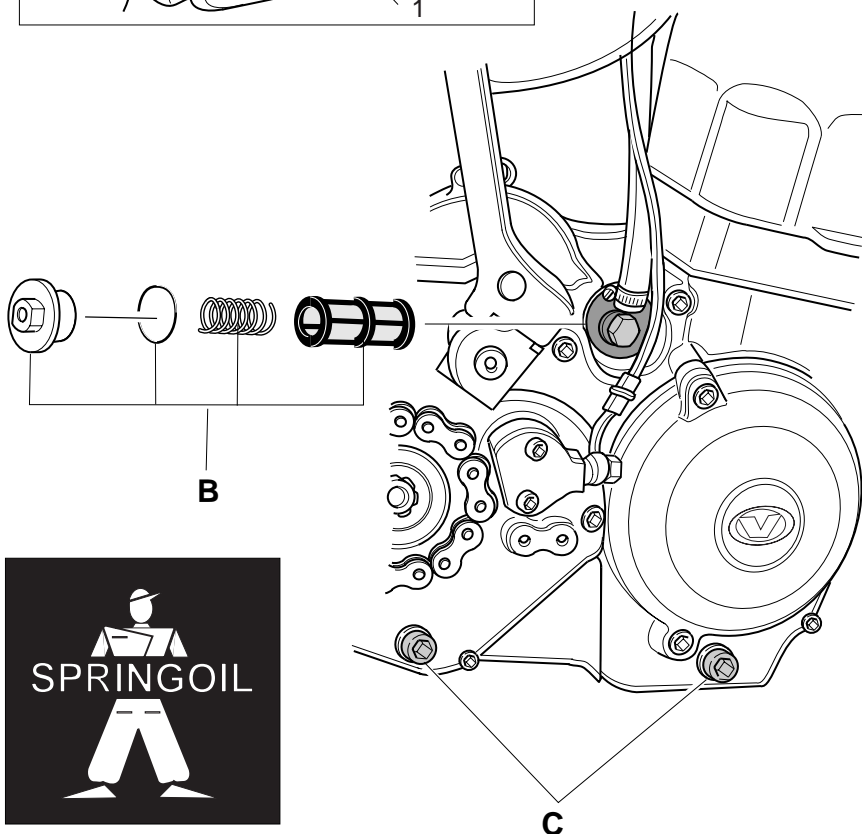

Fig. 7
2. Spurgare l'olio con le viti di spurgo (Rif.C - Fig.7).
3. Pulire sempre il filtro dell'olio (Rif.B - Fig.7) sostituire ogni 3 - 4 cambi d'olio.
4. Riserrare le viti di spurgo (Rif.C - Fig.7) e rabboccare con olio nel foro di rabbocco (Rif.A - Fig. 6) fino a raggiungere il livello corretto.
2. Drain the oil by removing the drain plugs (Ref.C - Fig.7).
3. When 3 or 4 changing the oil, always clean the oil filter at (Ref.B - Fig.7) or fit a new filter.
4. Refit the drain plugs (Ref.C - Fig. 7) and fill the engine with new oil through the filler hole(Ref.A - Fig.6) to the correct level.
2. Die Ölablaßschrauben (Bez.C- Abb.7) herausdrehen und das Öl ablassen-Entsorgungsvorschriften beachten!
3. Das Ölfilter (Bez.B - Abb. 7) bei jeder 3 oder 4 Ölwechseln erneuern. Das Ölfilter bei jeder Ölwechsel reinigen.
4. Die Ölablaßschrauben (Bez.C - Abb.7) eindrehen und Öl an der Einfül-
2. Enlevez les bouchons de vidange (Réf.C - Fig.7) et laissez couler l'huile.
3. Nettoyez le filtre de l'huile (Réf.B - Fig.7) chaque vidange et le remplacez depuis 3 ou 4 vidanges.
4. Remettez en place les bouchons de vidange (Réf.C - Fig.7) et faites le plein d'huile pour l'orifice (Réf.A - Fig.6) jusqu'au niveau indiqué.